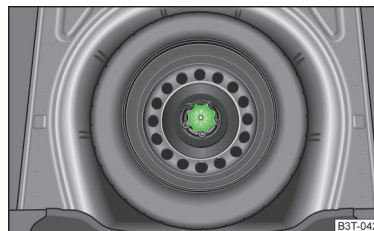

Abb. 144
Das Reserverad befindet sich in einer Mulde unter dem Bodenbelag im Gepäckraum und ist mit einer Spezialmutter befestigt » Abb. 144.
- Die Mutter » Abb. 144 entgegen dem Uhrzeigersinn herausschrauben.
- Die Mutter » Abb. 144 im Uhrzeigersinn einschrauben, bis das Rad sicher befestigt ist.